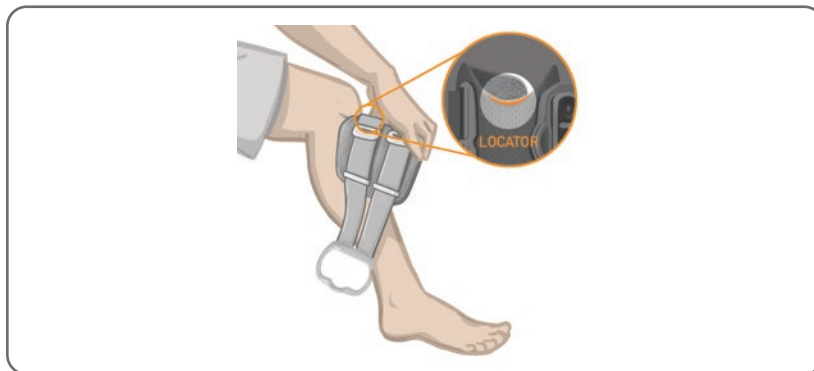

Abbildung 6-12: Platzierung der Unterschenkelmanschette auf dem Bein
2. Achten Sie darauf, dass die Elektroden sicher befestigt sind. Greifen Sie dann das Vorderteil der Unterschenkelmanschette an der Halterung, und kippen Sie das Unterteil der Manschette nach oben. Schieben Sie die Positionierungshilfe an Ihrem Bein hoch, bis diese fest, aber bequem unterhalb der Kniescheibe sitzt. Siehe Abbildung 6-12.
- Vergewissern Sie sich, dass die Unterschenkelmanschette korrekt platziert ist. Siehe Abbildung 6-14. Versetzen Sie die Unterschenkelmanschette bei Bedarf an eine andere Position. Ziehen Sie die Gurtbefestigungen ggf. nach, damit die Manschette gut sitzt. Siehe Abbildung 6-12.